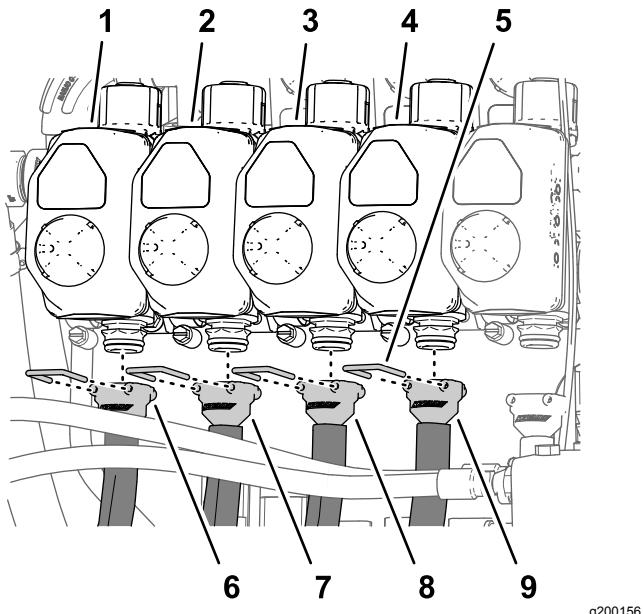
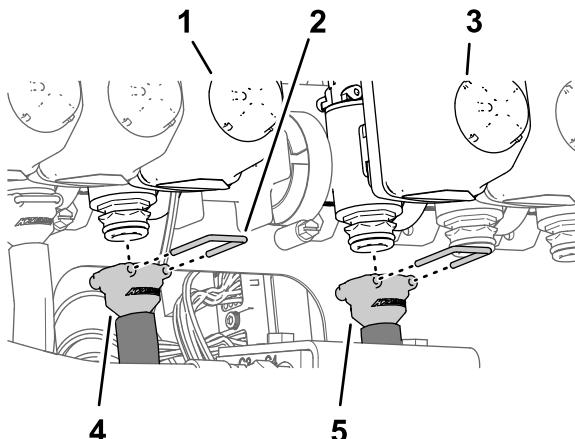
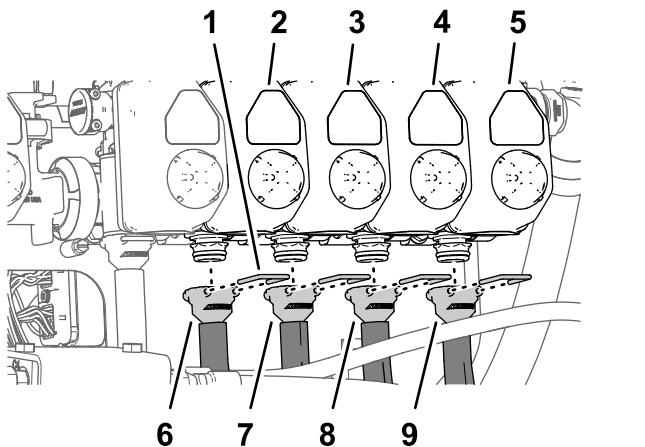

Рисунок 124
Рисунок 125
Рисунок 126
Примечание: Расположения клапанов сопел см. на Рисунок 124 в разделе Подсоединение шлангов к клапанам сопел с 1 по 4 \(страница 63\), на Рисунок 125 в разделе Подсоединение шлангов к клапанам сопел 5 и 6 \(страница 63\) и на Рисунок 126 в разделе Подсоединение шлангов к клапанам сопел с 7 по 10 \(страница 64\).
- Установите прямой штуцер типа «елочка» шланга подачи длиной 279 см на соединительную муфту клапана сопла 1 (Рисунок 124).
- Прикрепите штуцер типа «елочка» к соединительной муфте с помощью держателя (Рисунок 124).
- Установите прямой штуцер типа «елочка» шланга подачи длиной 234 см на соединительную муфту клапана сопла 2 (Рисунок 124).
соединительную муфту клапана сопла 3 (Рисунок 124).
- Установите прямой штуцер типа «елочка» шланга подачи длиной 188 см на соединительную муфту клапана сопла 4 (Рисунок 124).
- Установите прямой штуцер типа «елочка» шланга подачи длиной 81 см на соединительную муфту клапана сопла 5 (Рисунок 125).
- Прикрепите штуцер типа «елочка» к соединительной муфте с помощью держателя (Рисунок 125).
- Установите прямой штуцер типа «елочка» шланга подачи длиной 81 см на соединительную муфту клапана сопла 6 (Рисунок 125).
- Установите прямой штуцер типа «елочка» шланга подачи длиной 188 см на соединительную муфту клапана сопла 7 (Рисунок 126).
- Прикрепите штуцер типа «елочка» к соединительной муфте с помощью держателя (Рисунок 126).
соединительную муфту клапана сопла 8 (Рисунок 126).
- Установите прямой штуцер типа «елочка» шланга подачи длиной 234 см на соединительную муфту клапана сопла 9 (Рисунок 126).
- Установите прямой штуцер типа «елочка» шланга подачи длиной 279 см на соединительную муфту клапана сопла 10 (Рисунок 126).